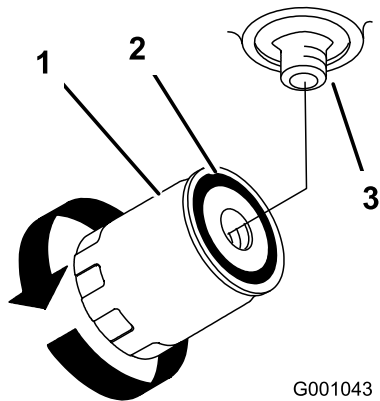

Figura 64
7. Aplique una capa fina a la junta de goma del filtro nuevo (Figura 64).
9. Llene el depósito de aceite hidráulico con aceite hidráulico hasta que éste rebose por encima del filtro, gire el filtro en el sentido de las agujas del reloj hasta que la junta de goma entre en contacto con el adaptador del filtro, luego apriete el filtro media vuelta más (Figura 64).